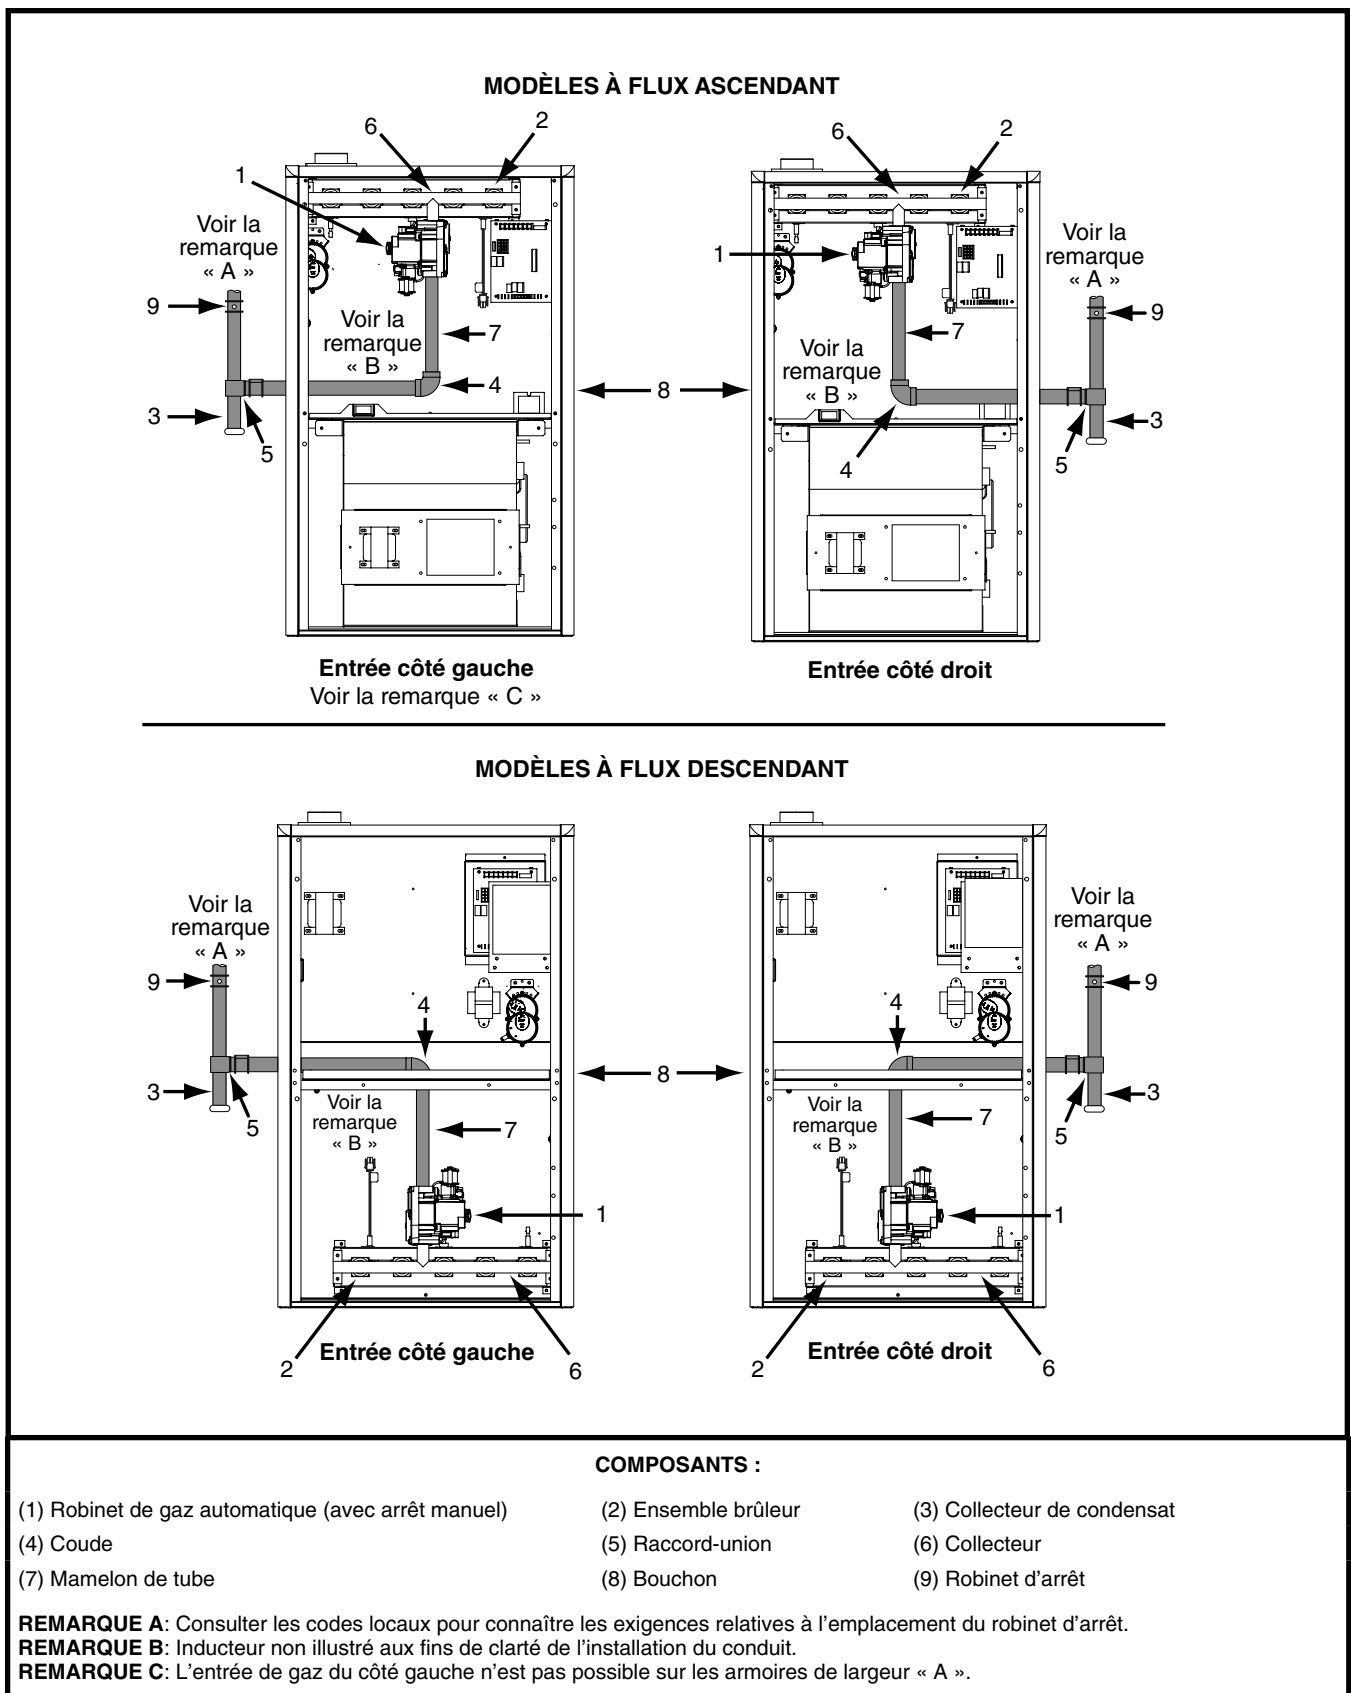

Figure 20. Raccordements de gaz typiques
- Certaines réglementations locales exigent l'installation d'un robinet d'arrêt principal manuel et d'un raccord-union de mise à la terre à l'extérieur du générateur d'air chaud. Le robinet d'arrêt doit être facilement accessible pour l'entretien ou l'utilisation d'urgence. Communiquer avec le service public local ou le fournisseur de gaz pour connaître les exigences supplémentaires relatives à l'emplacement du robinet d'arrêt de gaz principal manuel. Consulter la Figure 20 \(page 21\).
- Il faut installer un collecteur de condensat dans la longueur de conduit verticale acheminée jusqu'à l'appareil. Consulter la Figure 20.
Au moment de raccorder l'alimentation en gaz, prévoir un dégagement entre la conduite d'alimentation de gaz et le trou d'entrée dans le boîtier du générateur d'air chaud pour éviter les bruits non désirés ou les dommages au générateur d'air chaud. Raccordements de gaz typiques, comme indiqué à la Figure 20.